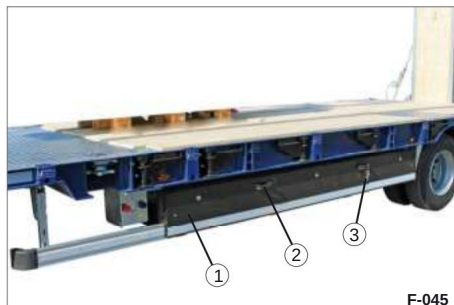
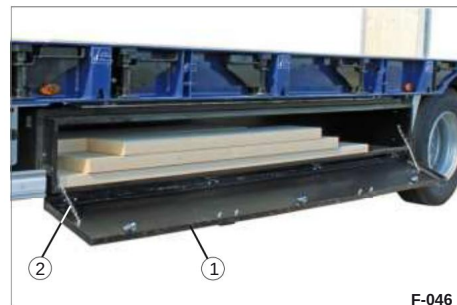

Bild 109 Förvaringslåda stängd
Bild 110 Förvaringslåda öppen
(Bild 110/1) med nyckeln (Bild 109/3).
Håll locket ordentligt i handtaget (bild 110/2).
monterade låskedjor (bild 110/2).
• Fäll försiktigt upp locket (bild 110/1).
Se till att låskedjorna (bild 110/2) inte
• Håll locket i handtaget (Bild 109/2) och lås
(Bild 109/3).